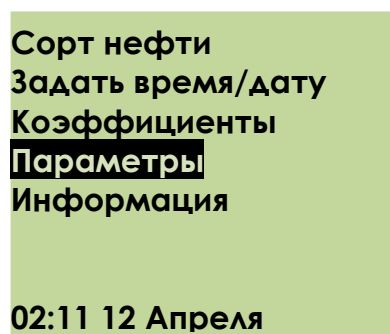

Рисунок 5 – Основное меню
8.5.3 Для перехода в режим меню необходимо нажать кнопку **ВВОД**. На графическом дисплее появятся строки пунктов меню. (рис. 5)